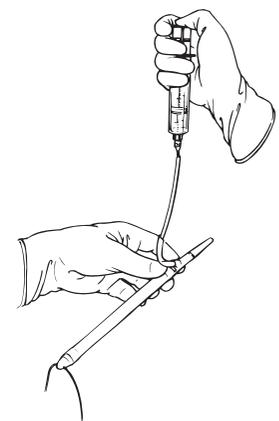

Figura 4-9
- Segure o cilindro pela parte posterior e com a extremidade frontal para baixo, de modo a permitir que a porção distal do cilindro encha primeiro (**figura 4-9**).